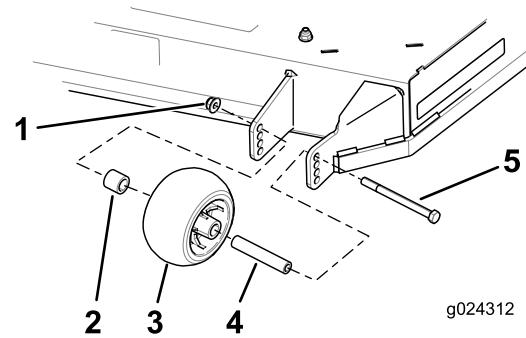

Figura 25
4. Allineate il bullone e il rullo antistrappo nel foro della staffa corrispondente alla posizione dell'altezza di taglio più vicina (Figura 25).
5. Inserite il bullone nel foro della staffa e fissate il bullone e il rullo antistrappo con il dado flangiato (Figura 25).
3. Rimuovete il dado flangiato, il rullo antistrappo e il bullone dalla staffa (Figura 25).